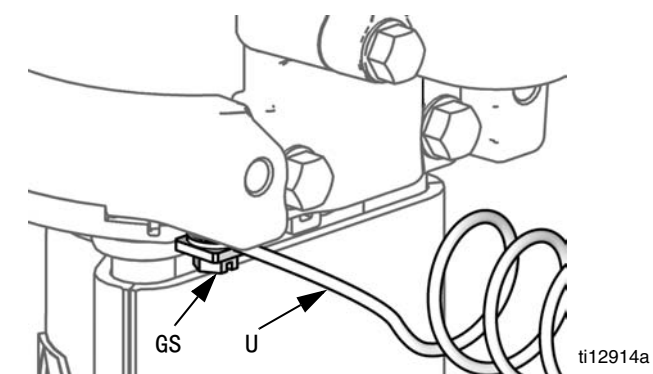

图 2: 接地导线
请参见图 2。请确认是否已连接接地螺丝 (GS)，并拧紧至气动马达。将接地导线 (U) 的另一端真正接地。